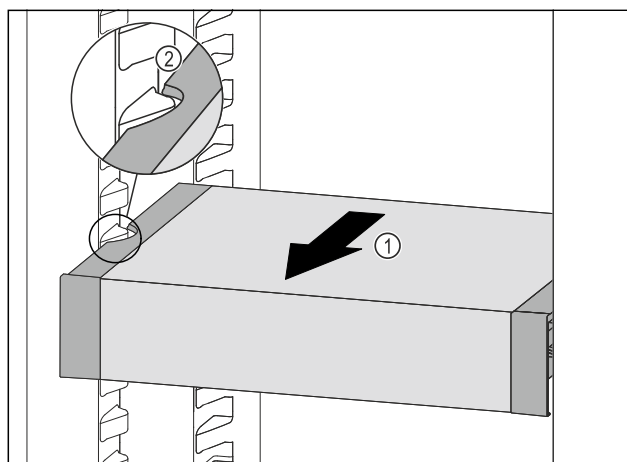

Fig. 110
- Tire del VarioSafe hacia delante Fig. 110 (1) hasta que los huecos laterales del VarioSafe se encuentren a la altura de la nervadura del recipiente en el compartimento del frigorífico. Fig. 110 (2)